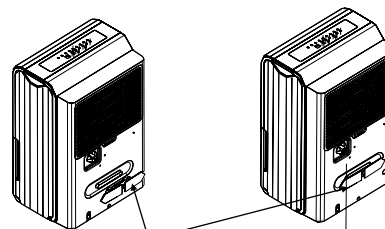

Рис. 3
4. Стяжка для шнура питания (устанавливается в емкость для воды, используется только при хранении устройства. Устанавливается, как показано на Рис. 3).